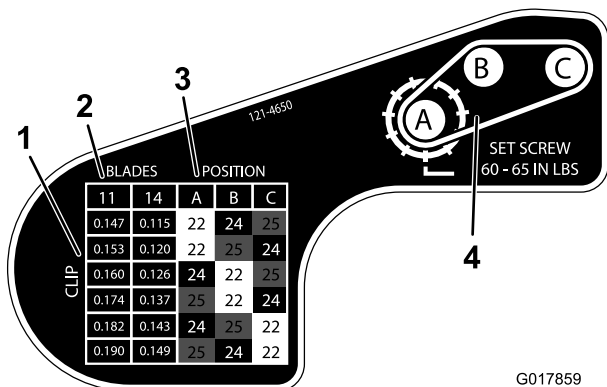

図 17
6. 図 17 のデカルにある表を参考にして希望するクリップを決定し、そのクリップにセットするためにはどのプーリを移動させる必要があるかを調べる。
9. 各プーリを、それぞれの新しい位置に取り付ける 図 17。